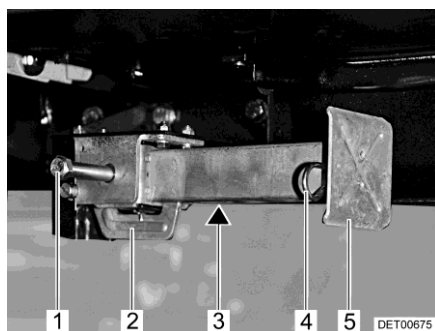

Fig. 27 Vérin stabilisateur
- Placer la clé à pipe sur l'écrou à six pans (Fig. 27,1) et tourner jusqu'à ce que le vérin stabilisateur soit en position verticale vers le bas.
- Lorsque la longueur des vérins stabilisateurs est réglable, faire sortir la goupille (Fig. 27,4) de la rallonge du pied d'appui (Fig. 27,5).
- Placer la clé à pipe sur l'écrou à six pans (Fig. 27,1) et tourner jusqu'à ce que le vérin stabilisateur se dégage du sol.
- Rentrer complètement la rallonge du pied d'appui (Fig. 27,5) et insérer la goupille (Fig. 27,4) dans le trou prévu à cet effet.
- Tourner l'écrou à six pans (Fig. 27,1) jusqu'à ce que les vérins stabilisateurs soient pivotés vers le haut et que la glissière (Fig. 27,2) soit arrivée complètement à l'extrémité de la fente (Fig. 27,3).